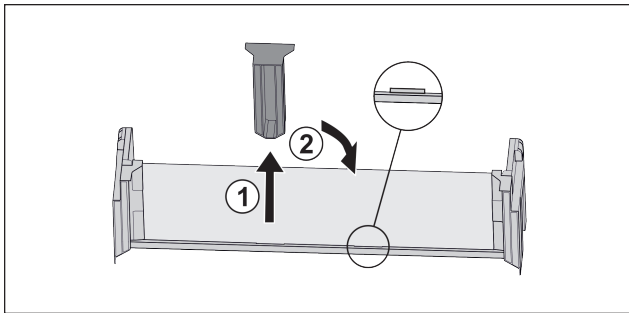

Fig. 110
- ▶ Изтеглете средната задържаща част Fig. 110 (1).
- ▶ Вкарайте средната задържаща част на втората позиция Fig. 110 (2).